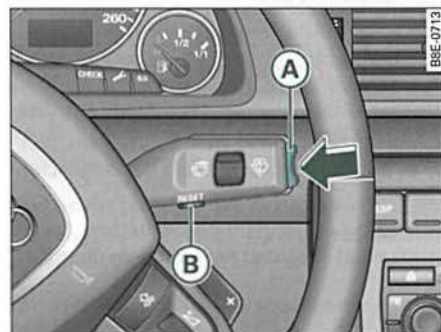

Fig. 27 Palanca del limpiaparabrisas: Tecla Reset y selector
Funciones de la tecla **Reset** (B) ⇒ fig. 27 y del selector (A) ►
- Seleccione la función **Ayuda** con el selector ⇒ *página 42, fig. 27.*
- Pulse la tecla **Reset** ⇒ *página 42, fig. 27.* Se visualiza el menú inicial ⇒ *página 42, fig. 26.*
- Pulse el selector $\Rightarrow$ *página 42*, fig. 27 varias veces hasta que visualice la opción **Ajustar**.
- Pulse el selector $\Rightarrow$ *página 42*, fig. 27 hasta que se active (fondo rojo) la línea deseada $\Rightarrow$ fig. 31.
- Seleccione con el selector ⇒ *página 42*, fig. 27 la opción **Ajustar** ⇒ fig. 33.
- Seleccione con el selector ⇒ *página 42*, fig. 27 la opción **Fecha** ⇒ *página 46*, fig. 35.
- Seleccione con el selector ⇒ *página 42*, fig. 27 la opción **Retorno** ⇒ fig. 37.